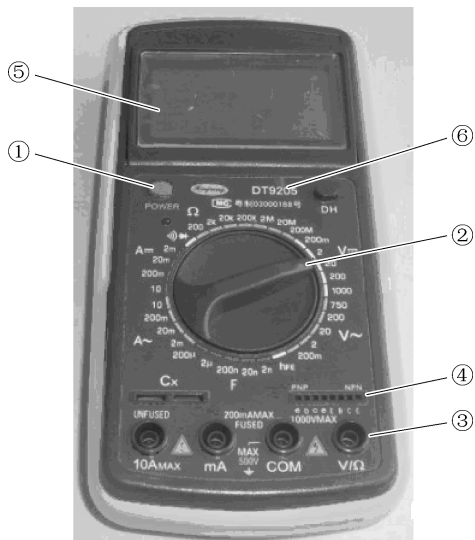

图 1-2-4 DT9205 数字万用表面板结构
(1) 数字万用表的功能 测量电压、电流、电阻、晶体管、电容、电感等。
(2) DT9205 型数字万用表面板介绍 如图 1-2-4 所示为 DT9205 型数字万用表面板结构图。
① 电源开关 POWER: 开关置于“ON”时,电源接通;置于“OFF”时,电源断开。
② 功能量程选择开关: 完成测量功能和量程的